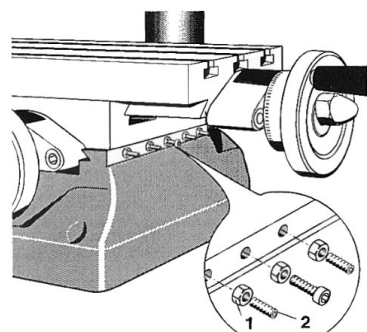

Fig. 7
1. Kontermuttern 1 (Fig. 7 und 8) der Einstellschrauben 2 lösen, alle Einstellschrauben gleichmäßig hineindrehen, bis das Spiel beseitigt ist und Kontermutter wieder anziehen.
- 1 Loosen the counter nuts 1 (Fig. 7 and 8) on the setscrews (2) and turn all screws evenly in until the play is eliminated. Retighten the nuts.
1. Desserrer les contre-écrous 1 (fig. 7 et 8) et visser uniformément les vis de réglage (2) jusqu'à ce que le jeu soit rattrapé. Resserrer les contre-écrous.
1. Allentare i controdadi 1 (fig. 7 e 8) delle viti di regolazione (2), avvitare tutte le viti in modo uniforme finché il gioco è eliminato. Serrare nuovamente i controdadi.